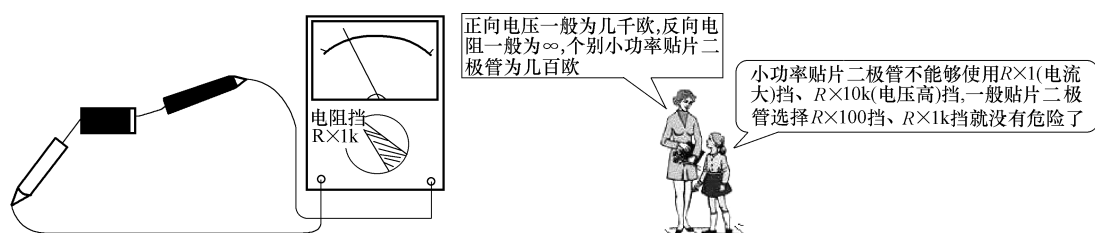

图 3-15 测电阻
1) 测电阻——测量正反电阻，差异较大为正常。特殊贴片二极管可以根据其特殊性来“融造”其特殊环境，查看其特殊性是否正常即可判断。示意如图 3-15 所示。